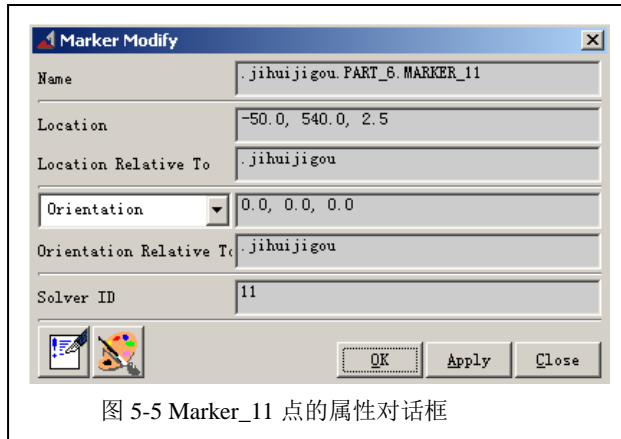
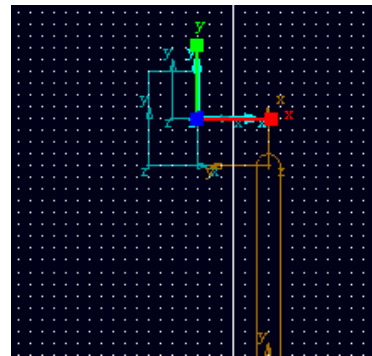

图 5-5 Marker\_11 点的属性对话框
图 5-6 修改后的 MARKER\_11
5.3 在弹出的属性对话框中，如图 5-5 所示，将对话框中 **Location** 栏的值 (-50.0,540.0,2.5) 修改为 (-30.0,540.0,2.5)，表示 **MARKER\_11** 点向 x 轴正方向移动了 20mm，然后点击 OK 确认，移动后的 **MARKER\_11** 点的位置位于滑块的右侧面，如图 5-6 所表示。